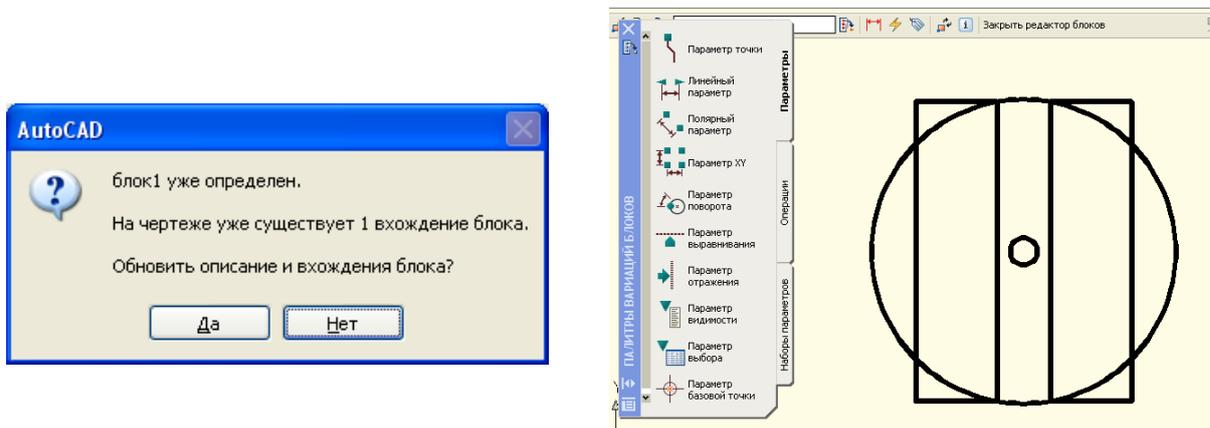

Рис.7.9. Диалоговое окно подтверждения переопределения блока
- ◆ В появившемся информационном окне подтвердить переопределение блока. Вставленные ранее в чертеж блоки изменят свой вид в соответствии с их новым определением (Рис.7.9).